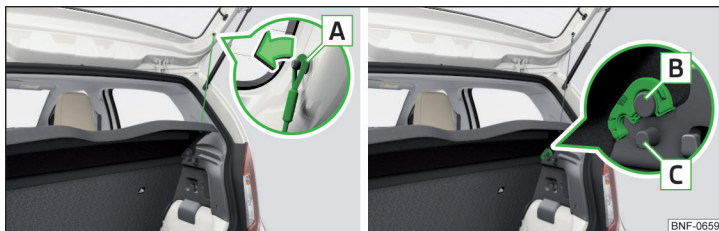

Fig. 78 Afmontering/montering af bagagerumsafdækning
Hvis båndene **A** » Fig. 78 er hængt på bagklappen, løftes bagagerumsafdækningen (efterfølgende kun kaldt afdækning) i forbindelse med åbning af bagklappen.
- Fastgør afdækningen i holderne **C** » Fig. 78.
Afdækningen frigøres fra holderne **C** » Fig. 78.
- Hægt båndene **A** af i pilens retning » Fig. 78 i begge sider af bagklappen.
- Læg afdækningen på holderne **B** » Fig. 78, og bank på afdækningens overflade for at fastgøre den i holderne.